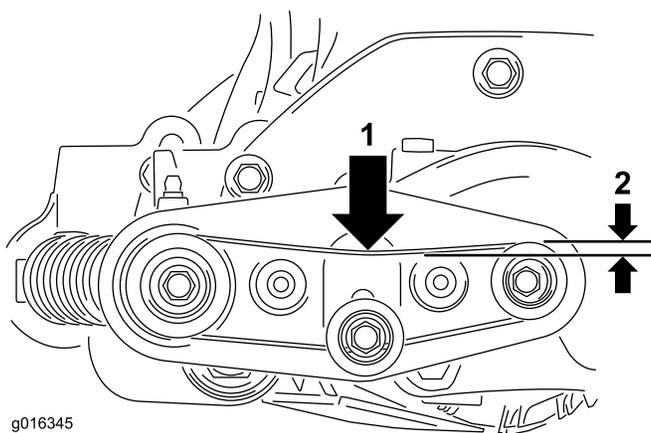

Figura 12
14. Controllate la tensione delle cinghie di trasmissione spazzola. La cinghia dovrebbe presentare una flessione di 6 mm al centro della cinghia applicando una forza di 1 kg; vedere Figura 12.